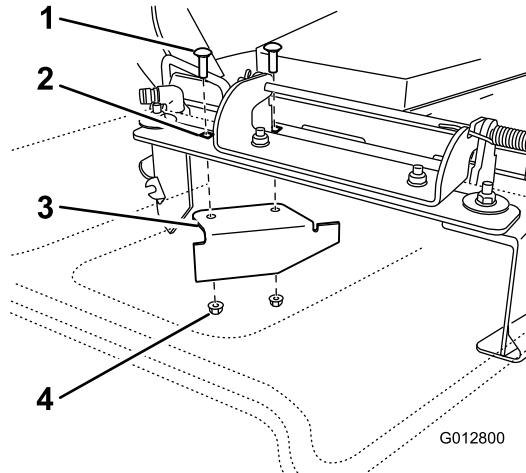

Figure 35
- Trouvez le déflecteur incliné dans le sachet des pièces détachées. Retirez les fixations des trous arrière de la plaque d'éjection. Montez le déflecteur sur l'ouverture d'éjection latérale sur le plateau de coupe (Figure 35).